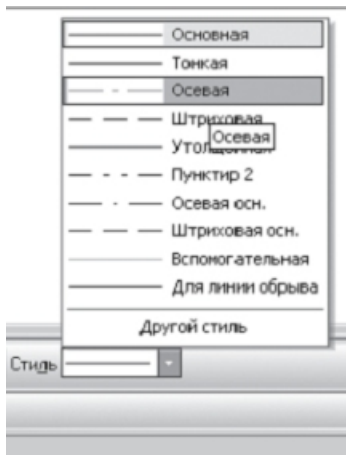

Рис. 2.13.
- на панелі **Властивостей** клацніть ЛКМ в полі стиль і клацанням виберіть тип лінії **Осьова** (рис. 2.13);